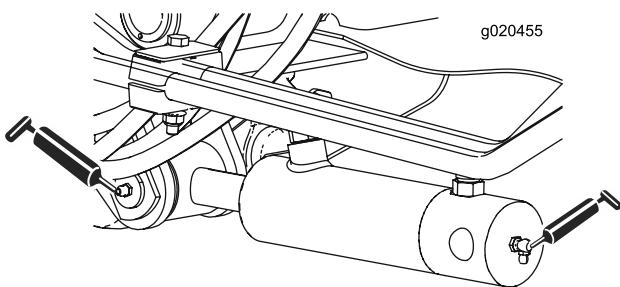

Bild 42
- Hubarmzylinderbüchsen (2) (Bild 42)